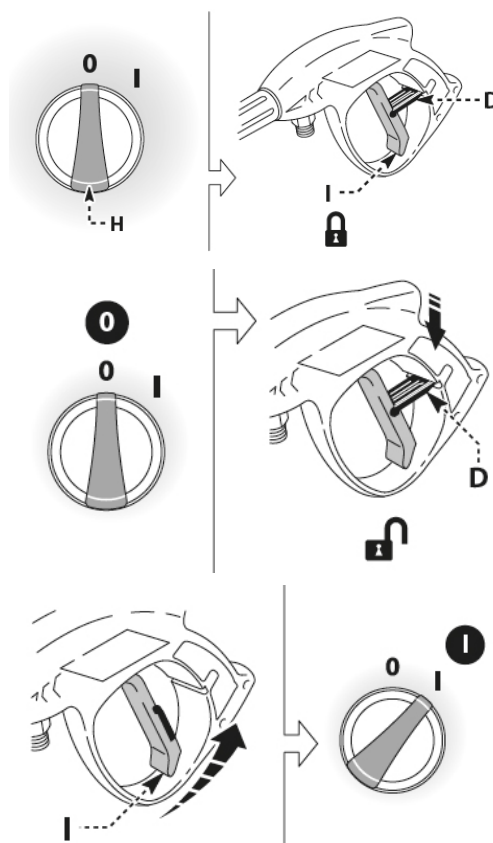

Abb. 10: Bedieneinrichtung
Geräteschalter (Pos. H, Abb. 10)
Hebel der Pistole (Pos. I, Abb. 10)
Schritt 3: Die Verriegelung (Pos. D, Abb. 10) der Pistole lösen.
Schritt 3: Die Verriegelung (Pos. D, Abb. 10) der Pistole betätigen.
Schritt 1: Die Verriegelung (Pos. D, Abb. 10) der Pistole lösen.
Schritt 6: Die Verriegelung (Pos. D, Abb. 10) der Pistole wieder betätigen.